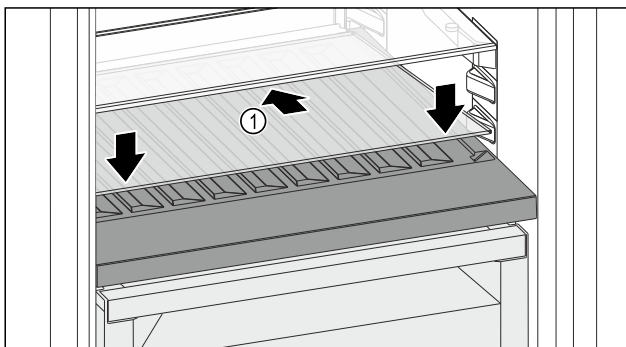

Fig. 163
- ▶ Glasplatte Fig. 163 (1) schräg und nach hinten unten geneigt ansetzen.
- ▶ Glasplatte Fig. 163 (1) vorne absenken.